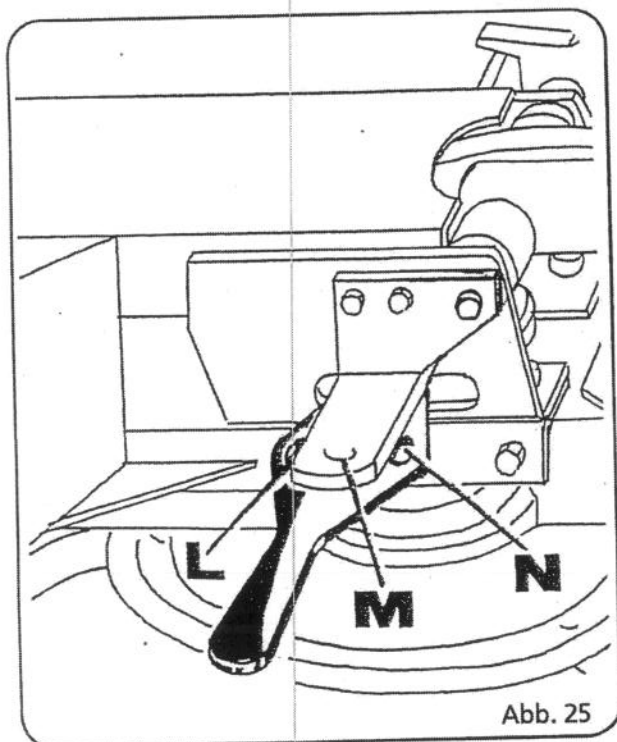

Abb. 25
- **Steuerrichtung geradeaus:** Steuergerät auf Durchfluß schalten und anschließend mit Druck beaufschlagen bis Kolbenstange des Hydraulikzylinders in Mittelstellung ist. Kontrolle: Handhebel in Mittelstellung (siehe Abb. 25, Pos. M). Absperrhahn schließen.